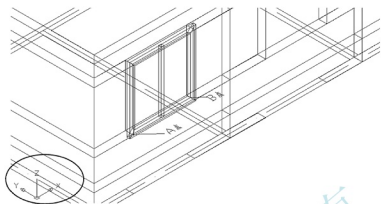

图 6.22 恢复世界坐标系
(D)/应用(A)/? /世界(W)]<世界>: 提示下, 输入“W”后按 Enter 键, 表示将当前坐标系恢复到世界坐标系, 如图 6.22 所示。
(1) 在指定起点: 提示下, 捕捉如图 6.22 所示的 A 点。
(2) 在指定下一个点或 [圆弧(A)/半宽(H)/长度(L)/放弃(U)/宽度(W)]: 提示下, 输入“W”后按 Enter 键。
(3) 在指定起点宽度 <80.0000>: 提示下, 输入“0”后按 Enter 键。
(4) 在指定端点宽度 <0.0000>: 提示下, 按 Enter 键执行尖括号内的默认值“0.0000”, 表示“玻璃”只是一个面, 没有宽度。
(5) 在指定下一点或 [圆弧(A)/闭合(C)/半宽(H)/长度(L)/放弃(U)/宽度(W)]: 提示下, 捕捉图 6.22 所示的 B 点。